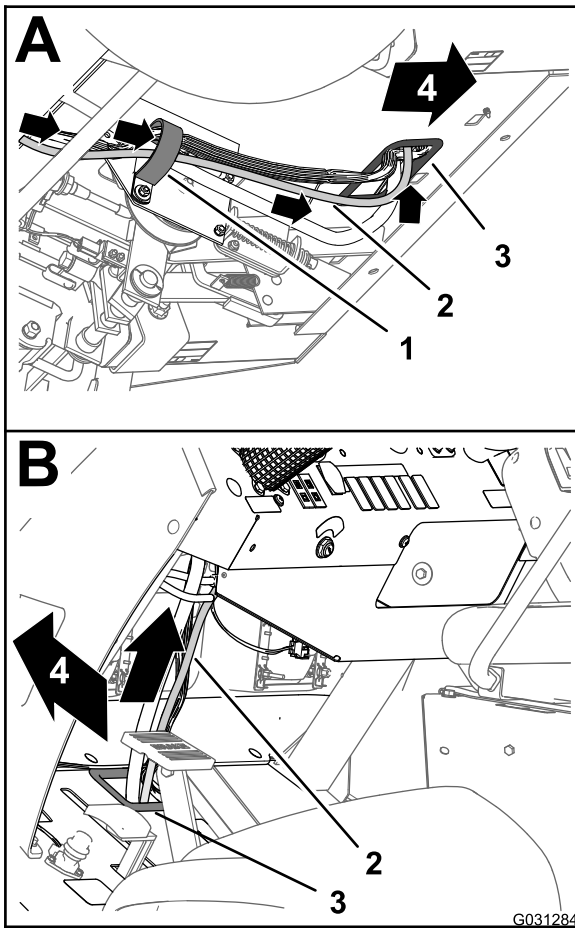

Figure 149
3. Acheminez la branche de 226 cm (89 po) du faisceau de données vers l'avant et faites-la remonter à travers le passe-câble qui entoure le trou dans le panneau de plancher (Figure 149).
5. Acheminez la branche de 226 cm (89 po) du faisceau de données vers le haut et le long du faisceau avant de la machine (Figure 149).